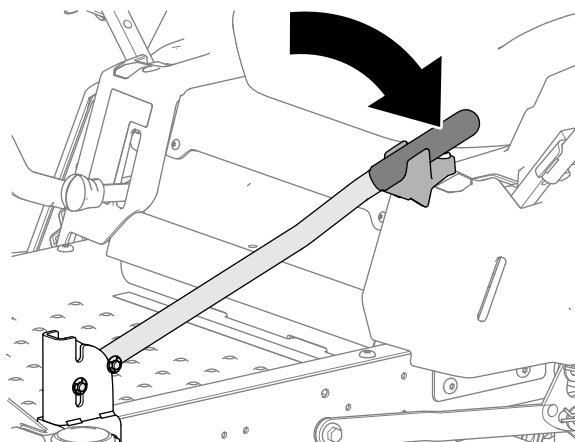

Bild 20
2. Klappen Sie den Stützgriff vollständig nach unten, wie in Bild 20 dargestellt.